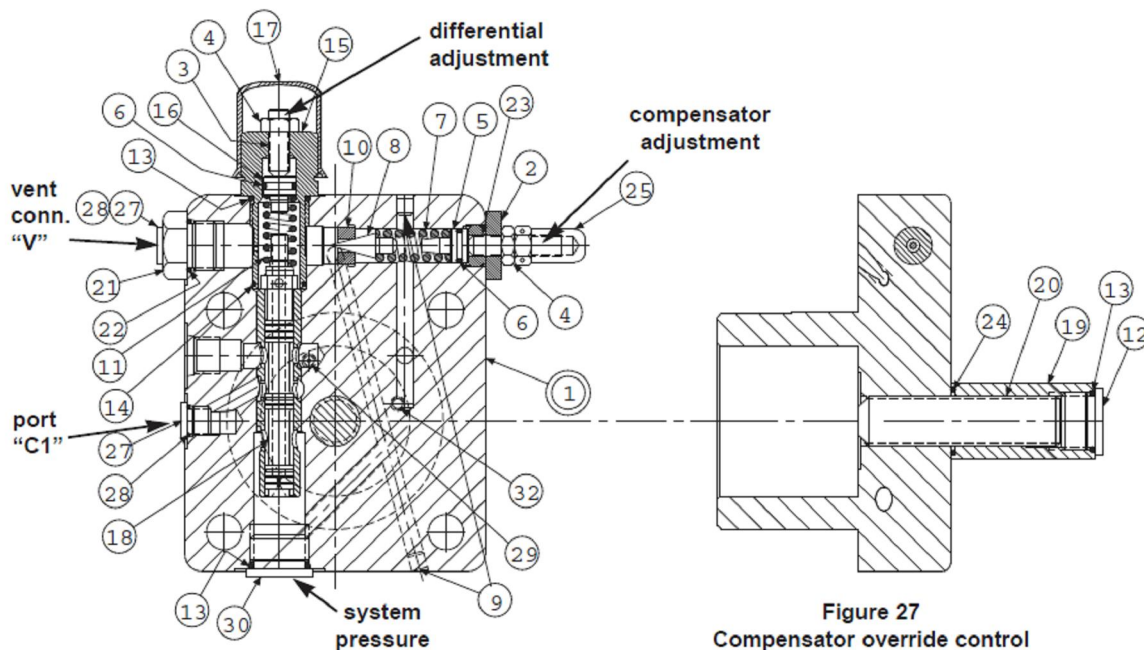

Figure 27
1. **Смотри Рисунок 27.** Отсоедините трубку, подведенную к крышке.
4. Отсоедините пробку (15) и прикрепленные детали. Отсоедините пружину (11) и золотник (18).
5. Отсоедините регулировочный стержень (2) и прикрепленные детали. Отсоедините герметизирующий поршень (5). Обратите внимание: 10 – 24 болта могут быть задействованы, чтобы тянуть поршень. Отсоедините пружину (7) и диффузор (8).
6. Не отсоединяйте муфту (1). Муфта вдавливается в крышку по размеру. Если муфта, мундштук или крышка изношены, замените муфту в сборе (1).
7. Осмотрите опорную поверхность (10). Если она не повреждена, удалять ее не нужно.